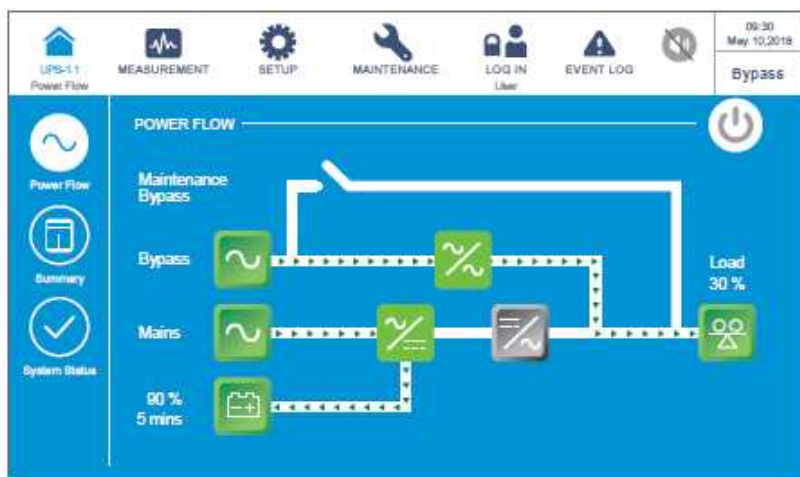

Рисунок 6-64: Экран байпасного режима
- 3 После выбора **YES** (ДА) ИБП отключит выходы силовых модулей и будет осуществлять подачу питания с байпасного источника переменного тока. Если байпасный источник переменного тока работает ненормально, то существует риск прерывания подачи питания, при этом подключенные важные нагрузки не будут защищены. В этот момент силовые модули продолжают заряжать батареи, трехцветный светодиодный индикатор горит желтым и появляется следующий экран (**Рисунок 6-64**). Расположение трехцветного светодиодного индикатора см. на **Рисунке 2-12**.